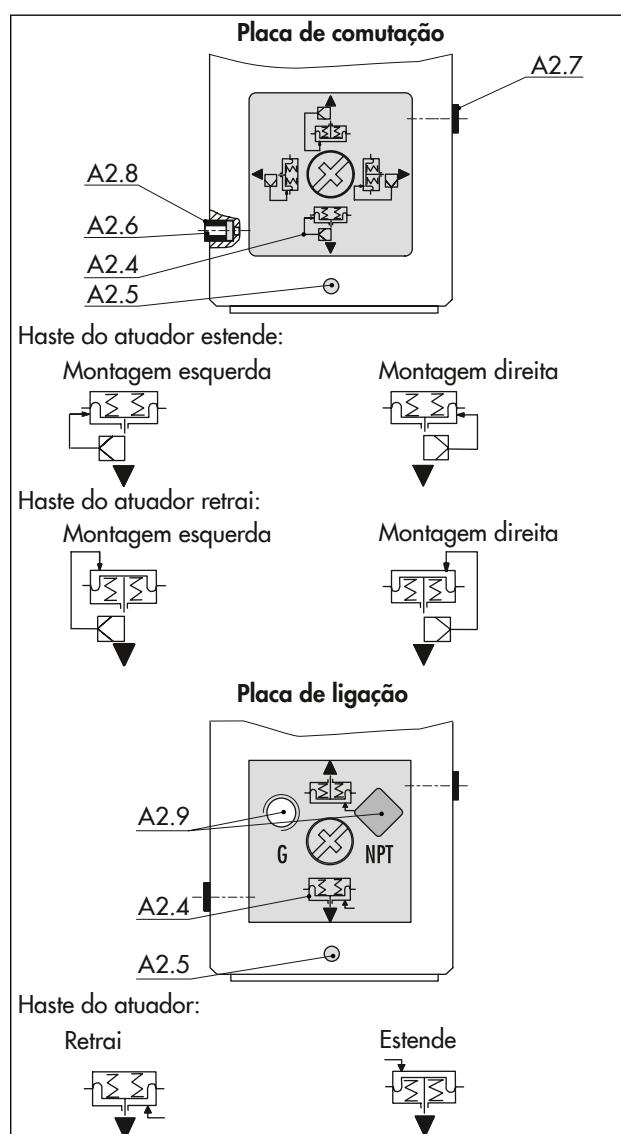

Fig. 15: Placa de comutação e placa de ligação no Tipo 3277-5
- ⇒ Rode a placa de comutação para alinhar o símbolo (A2.4) que corresponde à ação de segurança e o lado de fixação com a marcação (A2.5). Consulte a Fig. 15.
- ⇒ Rode a placa de ligação para alinhar o símbolo (A2.4) que corresponde à ação de segurança com a marcação (A2.5). Consulte a Fig. 15.